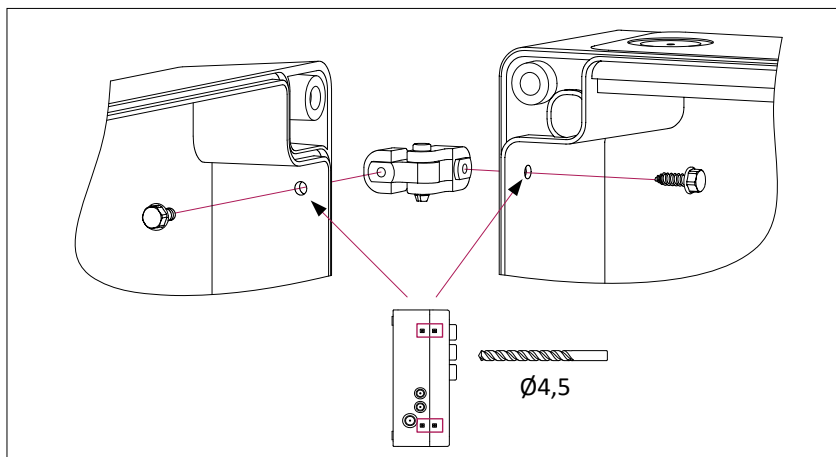

Рисунок 6
- Выберите в какую сторону будет открываться крышка корпуса и установите с помощью винтов и ключа петли (**Рисунок 6**). Предварительно в обозначенных местах крышки и основания корпуса аккуратно просверлите отверстия $\varnothing 4,5$ мм. На рисунке показана установка петель слева (открытие крышки влево).